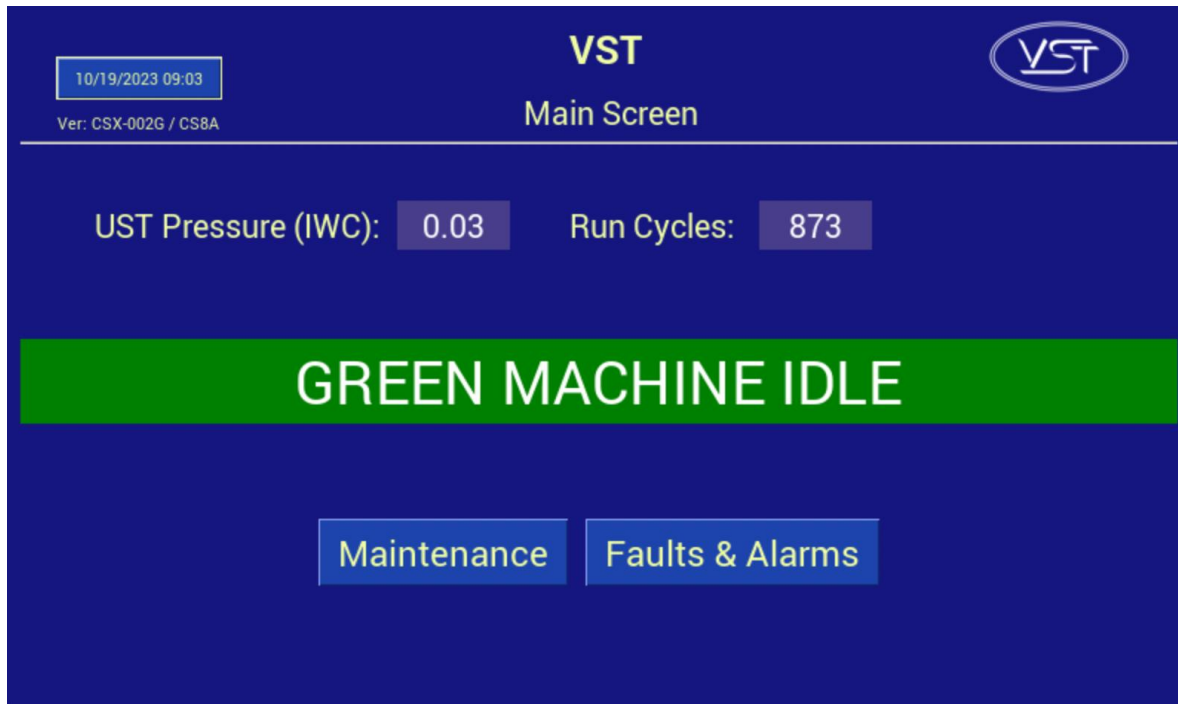

Figura 7-1: Pantalla principal del PLC de VST sin alarmas
**Vea la Figura 7-1.**
4. En la pantalla principal del PLC del panel de control de VST, asegúrese de que la lectura de presión sea 0.0 +/- 0.10 IWC. **Vea la Figura 7-1.**